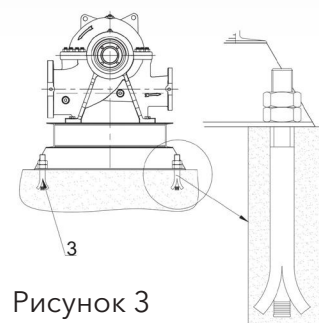

Рисунок 3
10. Равномерно и туго затянуть анкерные болты. Рис. 3